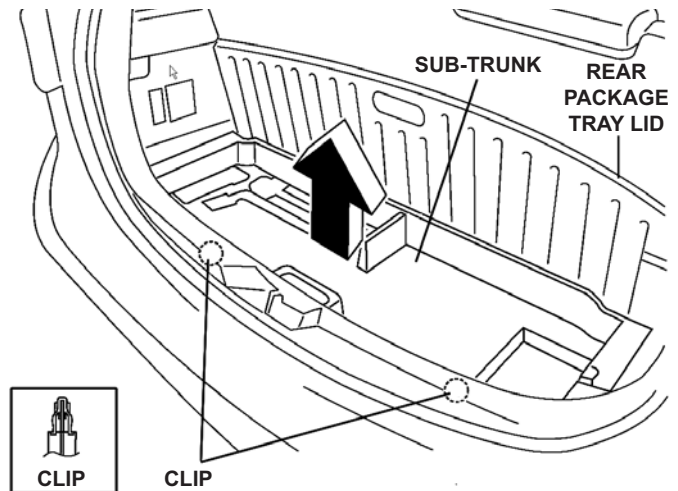

FIGURE 39
- 1.) SLIGHTLY BEND BACK THE REAR PACKAGE TRAY LID. (SEE FIGURE 39)
- 2.) PULL THE SUB-TRUNK IN THE DIRECTION OF THE ARROW WHILE DETACHING THE CLIPS. (SEE FIGURE 39)